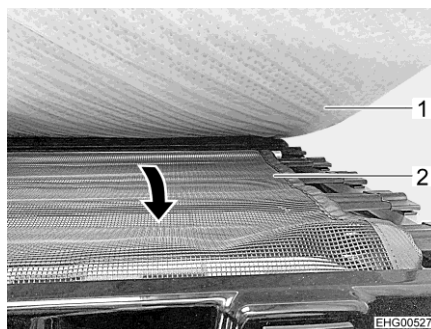

Bild 52 Skyddsnet
- Dra ut skyddsnetet (Bild 52,2) under madrassen (Bild 52,1) och spänn det över åtkomststoppningen.